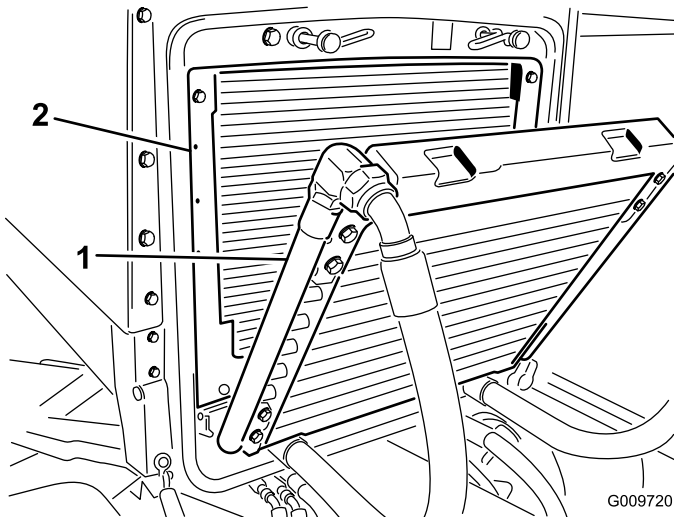

Figure 72
3. Basculez le refroidisseur d'huile en arrière. Nettoyez soigneusement les deux côtés du refroidisseur et la surface autour du radiateur (Figure 72) à l'air comprimé. Commencez par l'avant et soufflez les débris vers l'arrière. Nettoyez ensuite en soufflant de l'arrière vers l'avant. Répétez cette procédure plusieurs fois jusqu'à ce qu'il ne reste plus aucun débris.